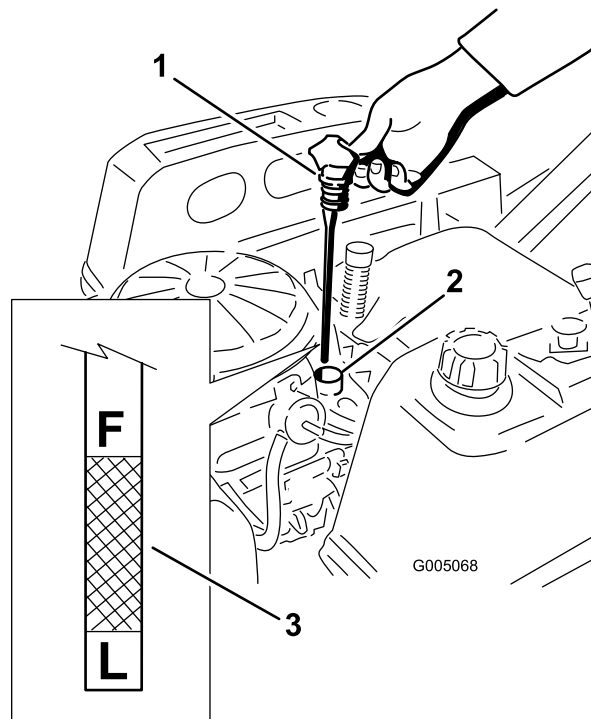

Figura 32
5. Retire la varilla y compruebe el nivel de aceite. (Figura 32).
4. Retire el tapón de llenado/varilla de aceite y límpielo. Vuelva a colocar la varilla y empuje firmemente para asentarla en su lugar (Figura 32).
7. Gire la válvula de vaciado 1/4 de vuelta en el sentido contrario a las agujas del reloj para abrirla y dejar que el aceite se drene (Figura 34). Retire el tapón de llenado/varilla (Figura 32).
14. Vierta lentamente un 80% aproximadamente de la cantidad especificada de aceite por el tubo de llenado (Figura 32).
15. Coloque firmemente el tapón de llenado/varilla (Figura 32).
16. Compruebe el nivel de aceite (Figura 32); consulte Verificación del nivel de aceite.
18. Coloque firmemente el tapón de llenado/varilla (Figura 32).